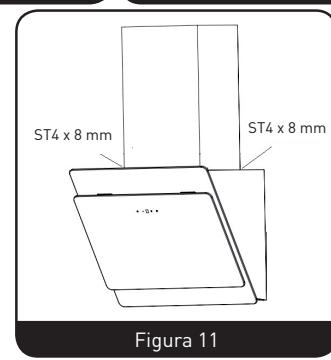

Figura 11
9. Finalmente, fije la chimenea decorativa inferior a la campana extractora utilizando 2 tornillos ST4 x 8 mm. (Figura 11)